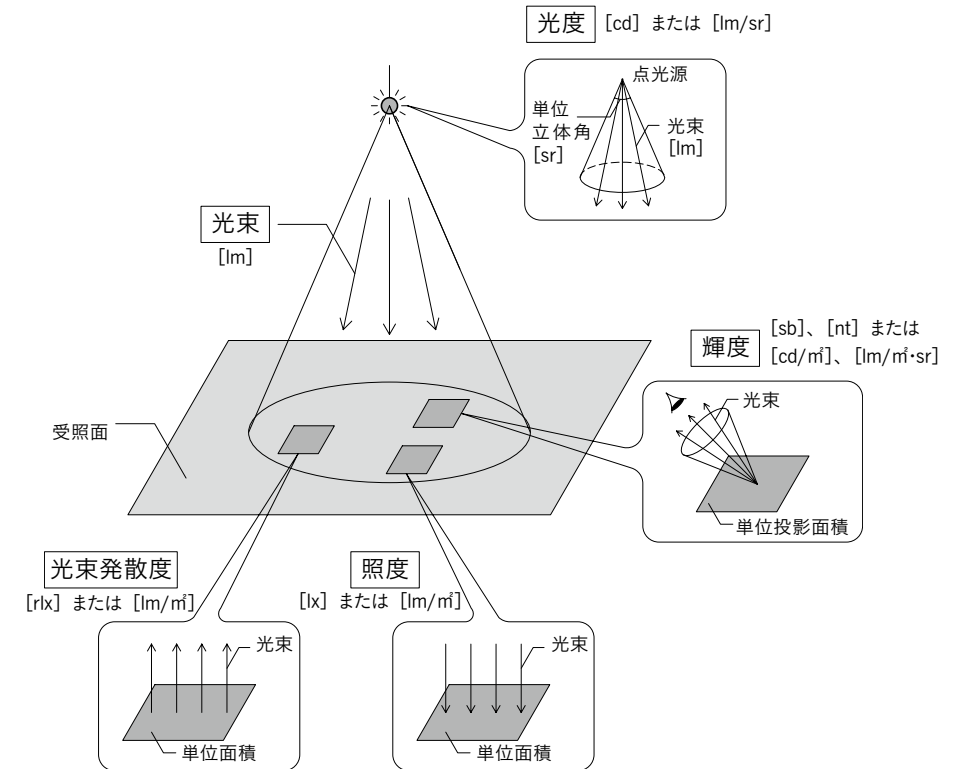

図 4 測光量
- (1) 光の明るさを表す単位を **測光量** といい、放射エネルギーを目で感じる強さで測ったものである。測光量には次に示すように 5 種類あり、目的に応じて使われる [図 4・表 1]。
- (2) 測光量の基本単位は **光束 [lm]** (ルーメン) である。また実用では、光